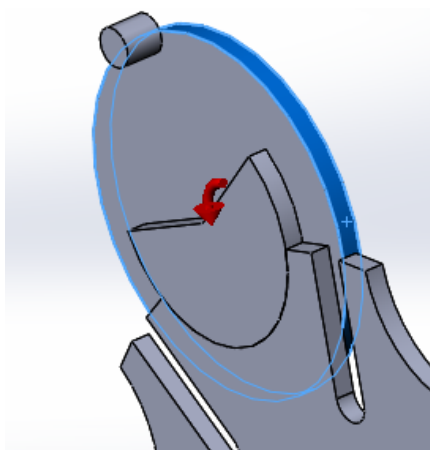

Рис. 6.14. Двигун обертання для деталі «Поводок»
3.3. За допомогою команди **Двигун**  задайте на деталі «Поводок» двигун обертання (рис. 6.14) з частотою $60 \text{ об/хв.} = 1 \text{ об/хв.}$. Загальний час розрахунку встановіть 8 с. (по кількості зубців деталі «Зірка»).